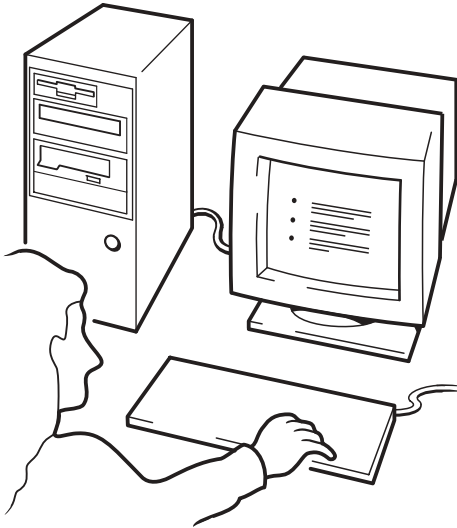

Abbildung 12c: Verwenden von HP OBDR, Schritt 3
- 3 Folgen Sie den Anweisungen am Bildschirm, um das Betriebssystem einzurichten (siehe Abbildung 12c). Je nach verwendeter Sicherungssoftware werden unterschiedliche Anweisungen angezeigt. Normalerweise können Sie bei sämtlichen Aufforderungen die Standardantworten übernehmen. Drücken Sie dann einfach die <Eingabetaste>.